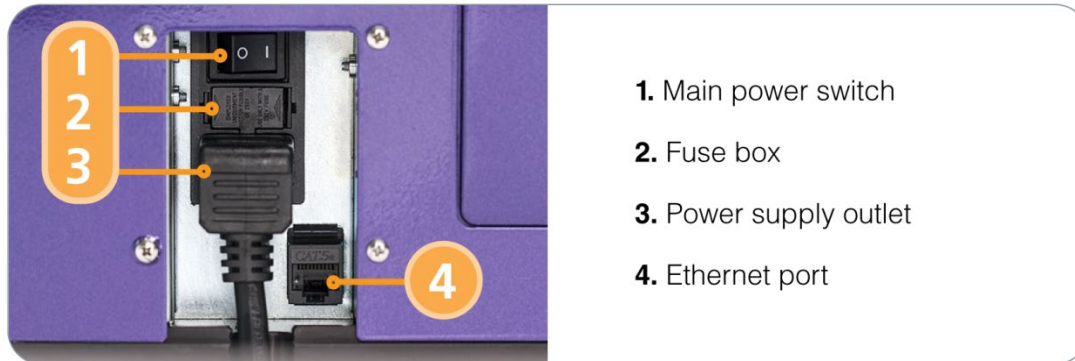

Ilustración 11. Conexiones de alimentación y red
Enchufe el cable de alimentación suministrado con el RoboSep™-S a la toma de alimentación eléctrica ubicada en la parte posterior del instrumento (Ilustración 11) y conéctelo a una salida de CA, de 3 clavijas, aterrada y con clasificación 2A 100 - 240 V. No use adaptadores para una salida de dos terminales.
- Un puerto Ethernet ubicado en la parte posterior del instrumento (Ilustración 11)
1. Conecte un extremo de un cable CAT-5 Ethernet (no suministrador) al puerto Ethernet ubicado en la parte posterior del RoboSep™-S (Ilustración 11) y el otro extremo a enrutador de red. Esto conectará el RoboSep™-S a su LAN.